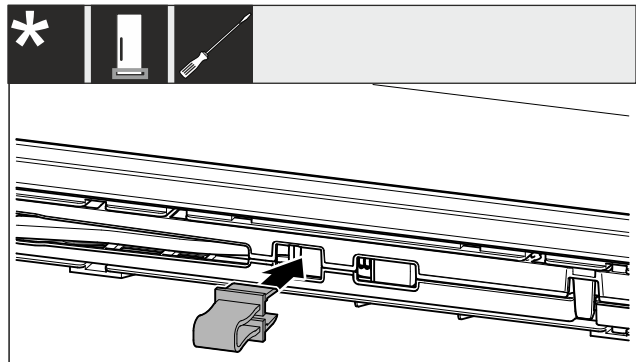

Fig. 4
- ▶ Zakvačite osigurač u otvor Fig. 4 ()